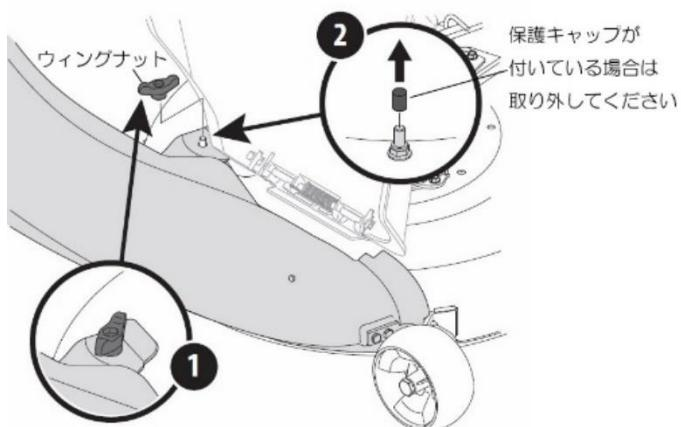

図 18
- デッキにロアーシュートを固定します。図 18 を参照してください。下記の部品でしっかりと締め付けてください。